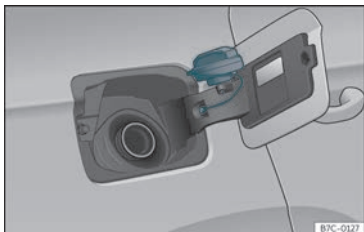

Fig. 181 Tapa do depósito co tapón encaixado.
• Colóqueo no espazo que hai na bisagra da tapa aberta»» fig. 181.